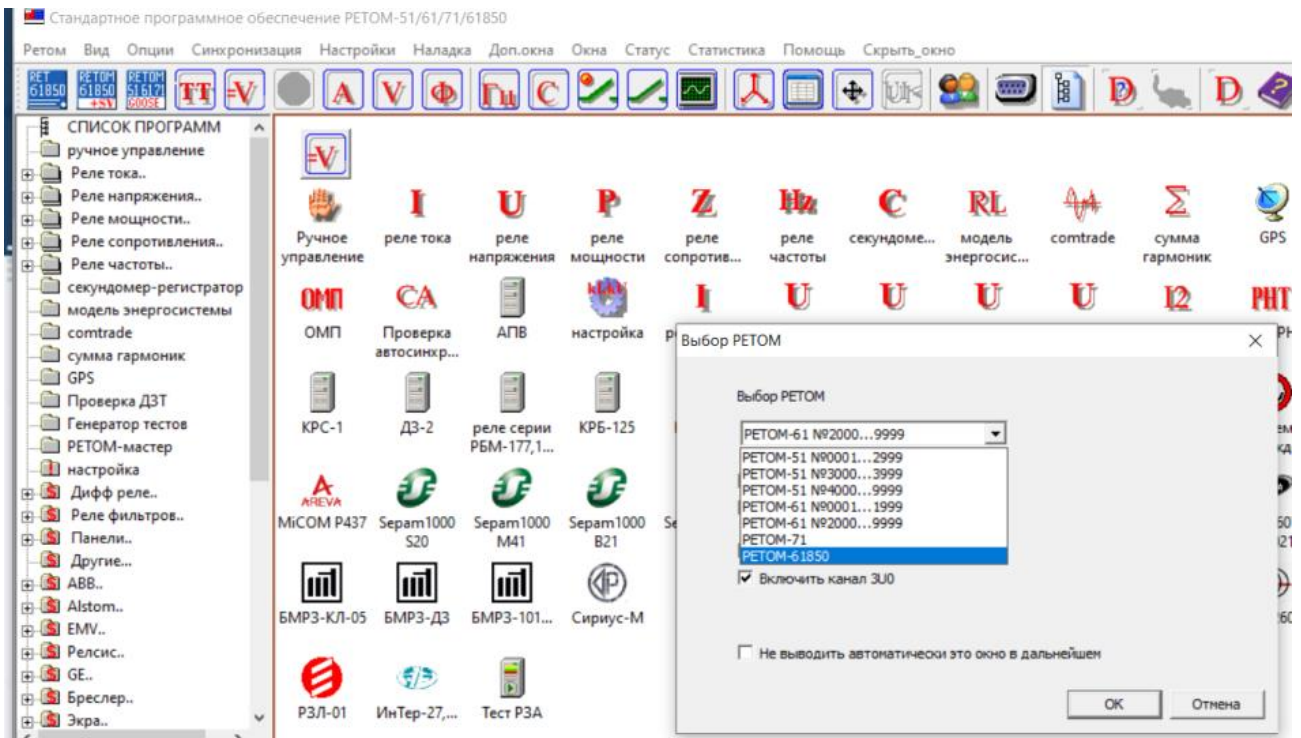
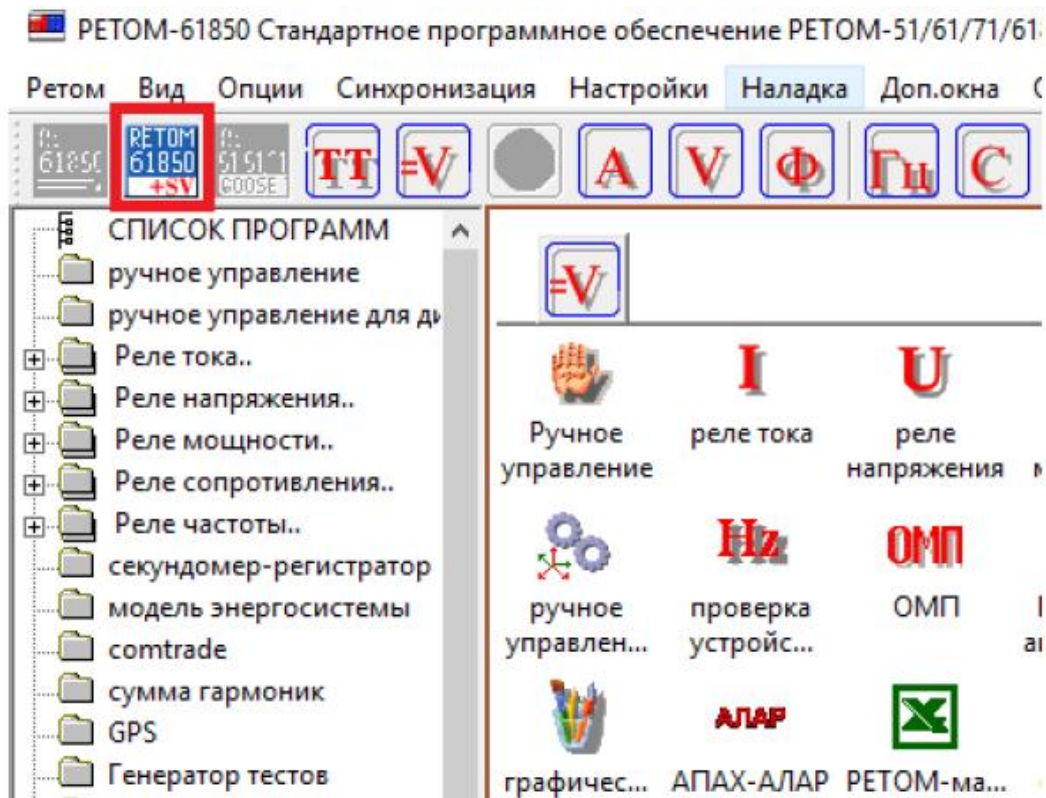
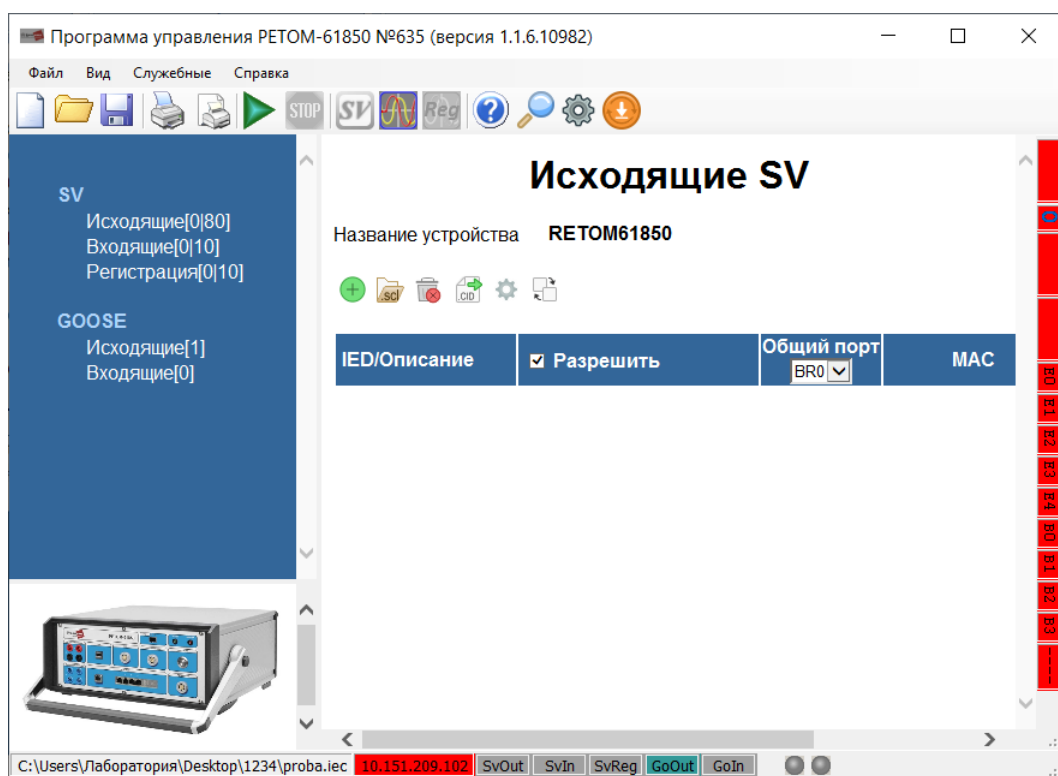

Рис. 66. Выбор PETOM-61850
Рис. 67. Окно стандартного ПО РЕТОМ-51/61/71
Рис. 68. Окно программы управления РЕТОМ-61850
21) Включить РЕТОМ-61850. Программа управления РЕТОМ-61850 входит в стандартное ПО РЕТОМ-51/61/71. Вначале необходимо запустить стандартное ПО РЕТОМ-51/61/71, выбрать РЕТОМ 61850 (рис. 66), при нажатии на «IEC 61850 +SV» (рис. 67), откроется окно РЕТОМ-61850 (рис. 68).